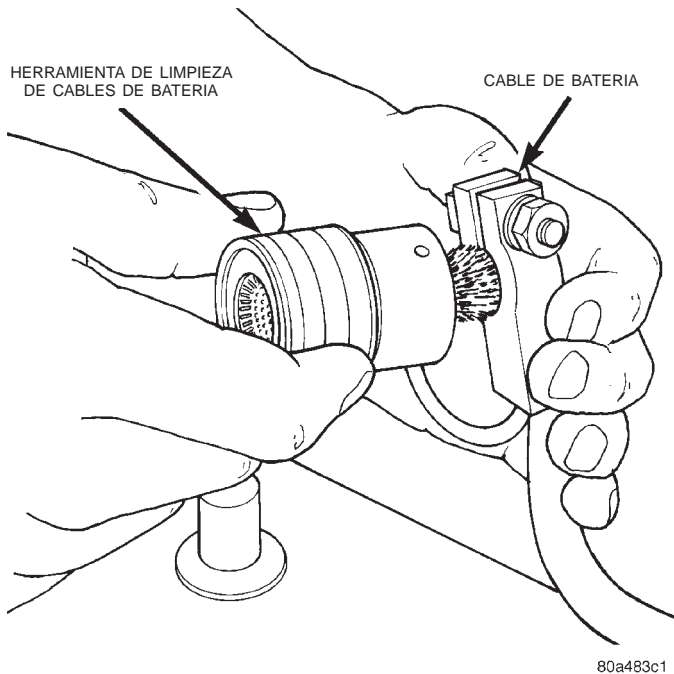

Fig. 15 Limpieza de terminales de cable de batería
(7) Limpie las abrazaderas de los cables de la batería con una herramienta de limpieza de terminales (Fig. 15). Reemplace los cables rozados o con abrazaderas rotas.